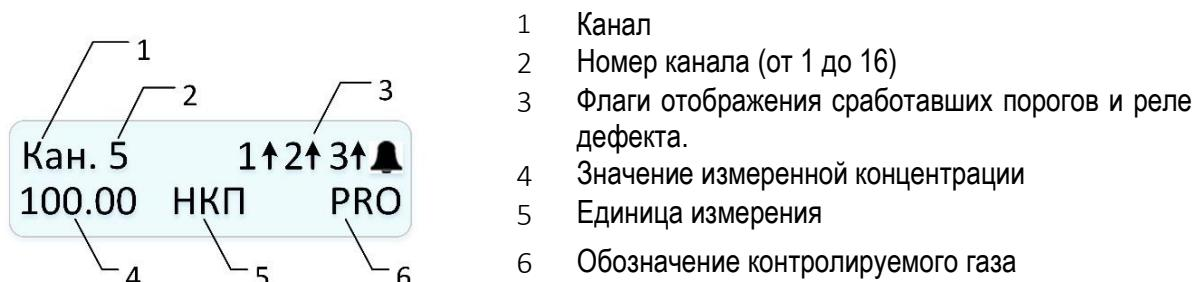

Рисунок 3 – Графический интерфейс дисплея
1.3.4 Дисплей представляет собой двухстрочный символьный LED индикатор, элементы интерфейса в режиме УП – «Рабочий» которого указаны на рис. 3. Флаги (поз. 3 рис. 3) отображаются в зависимости от состояния датчиков, связи с ними и превышения порогов (см. таблицу 4).